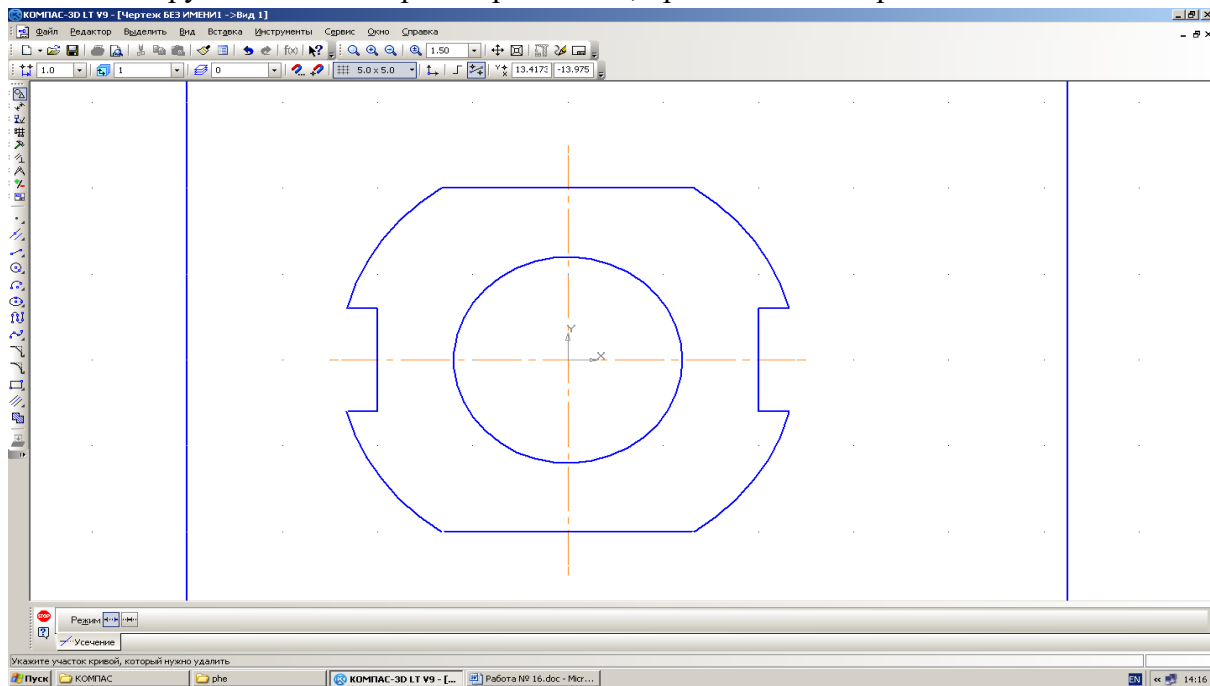

Рис. 16.7. Чертеж прокладки. **3.10. Сохраните** чертеж в файл под именем *Прокладка*.
Сейчас активна команда вычерчивания отрезков – , имеющая расширенную панель (ввод отрезков, параллельных или перпендикулярных к некоторым прямым; ввод отрезков, касательных к различным кривым, рис. 16.7). В строке параметров команды непрерывного ввода отрезков можно задать: координаты первой точки отрезка – **t1**, координаты второй его точки – **t2**, длину и угол наклона отрезка – поля **Длина** и **Угол**. Здесь также можно выбрать стиль линии и тип объекта в команде:
3.9. Выберите команду **Редактор⇒Удалить⇒Часть кривой**. Подведите ловушку курсора на удаляемую часть окружности и нажмите кнопку мыши. После удаления дуг большой окружности ваш чертеж примет вид, приведенный на рис. 16.7.